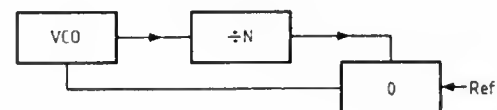

Fig. III-1
**N**OUS avons vu qu'un compteur doit être programmé afin de changer le rapport de division dans la boucle PLL (fig. III-1).